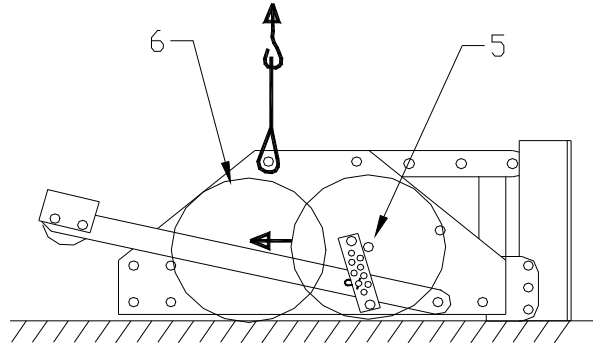
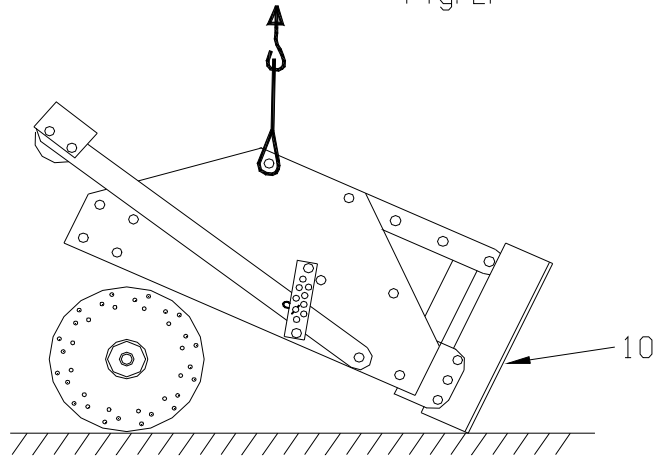

Fig. 2.
Fig. 3.
4. Porre la macchina in posizione orizzontale su una superficie piana, come mostrato nella fig. 2.
5. Togliere i due bulloni (5) che tengono fermo il rotore principale. Controllare che il rotore principale poggi sul terreno. Una volta rimossi entrambi i bulloni (5), si può fare girare all'indietro il rotore fino a portarlo nella posizione 6.
6. Sollevare di nuovo lentamente la macchina, come nella fig. 3, fino a che si può muovere il rotore.
Nella fig. 2. vengono mostrati alcuni dettagli essenziali della macchina, elencati anche qui di seguito: